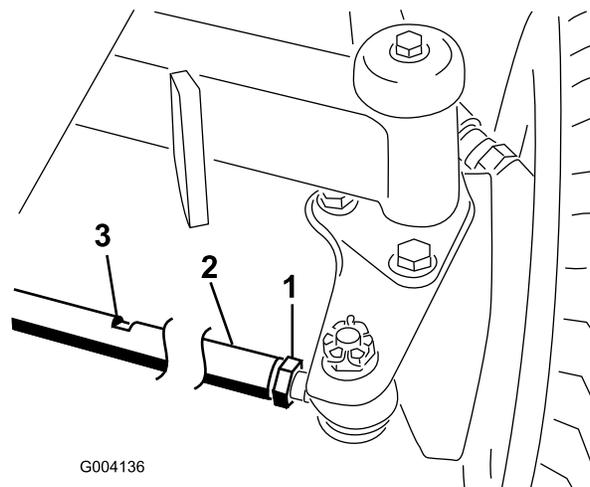

Рисунок 58
2. Ослабьте контргайку с каждой стороны тяги (Рисунок 58).